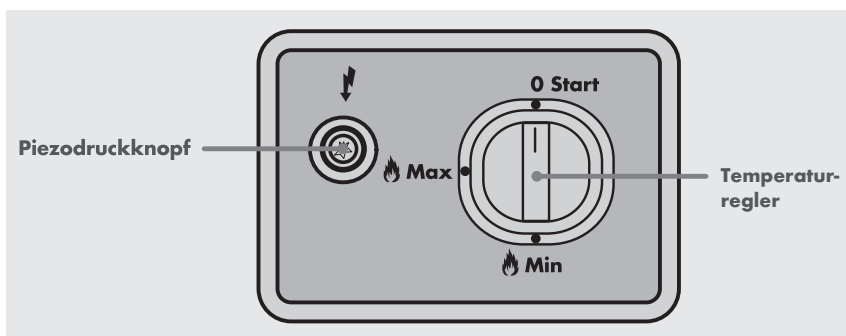

Abb. 5: Bedienfeld
2. Vergewissern Sie sich, dass der Drehknopf am Bedienfeld auf der Position START steht. Sollte dies nicht der Fall sein, drücken Sie den Drehknopf leicht nach unten und drehen Sie ihn auf die Position START (siehe Abb. 5)
4. Betätigen Sie dann bei gleichzeitig gedrücktem Drehknopf den Piezodruckknopf mehrmals hintereinander, um die Wächterflamme zu entzünden (siehe Abb. 5). Ist die Wächterflamme sichtbar, gehen Sie wie folgt vor: